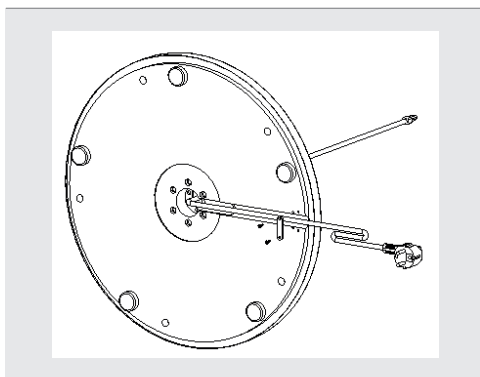

Abb.1a: Montage Netzkabel
1. Ziehen Sie das Netzkabel durch den Standfuß. Lassen Sie 1,80 m des Netzkabel an der Seite des Standfußes herausragen und fixieren dieses dann an der Unterseite (Siehe Abb. 1a).